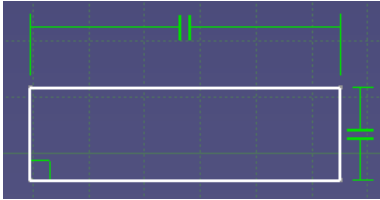

Bild 4.27 Oriented Rectangle
12. Profil für die zweite Teilgeometrie erstellen: Schieben Sie den schon vorhandenen Körper in den linken unteren Bildschirmrand, und beginnen Sie die Konstruktion des Profils im »freien Raum«. Wählen Sie dazu wieder die Funktion *Oriented Rectangle* (Ausgerichtetes Rechteck). Behalten Sie die *Sketch Tools* (Skizziertools) im Auge, und erzeugen Sie die Kontur des Sockels ungefähr maßstäblich. Achten Sie auch hier wieder darauf, dass keine geometrischen Bedingungen *Horizontal* (*H*) oder *Vertical* (*V*) in der Skizze enthalten sind (Bild 4.27).